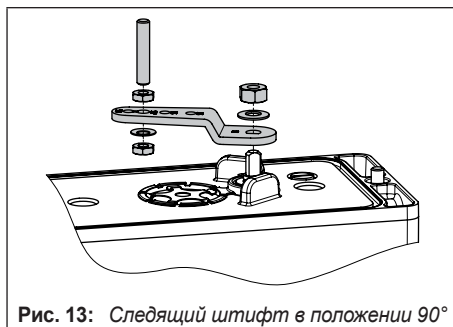

Рис. 13: Следящий штифт в положении 90°
4. Установите следящий штифт на рычаг позиционера в положение 90° и зафиксируйте его винтом (см. Рис. 13). При этом следует использовать только длинный следящий штифт из монтажного комплекта.
5. Выровняйте позиционер на угловом адаптере (1) таким образом, чтобы следящий штифт входил в поводковое колесо (3) привода.
6. Установите позиционер с помощью крепежных винтов (6) на угловой адаптер (4).
4. Установите следящий штифт на рычаг позиционера в положение 90° и зафиксируйте его винтом (см. Рис. 13, стр. 64).
7. Установите инверторный усилитель Тип 3710 (7) с двумя направляющими втулками (8) и торцевой пластиной (9) на угловой адаптер с помощью входящих в комплект крепежных винтов (10).